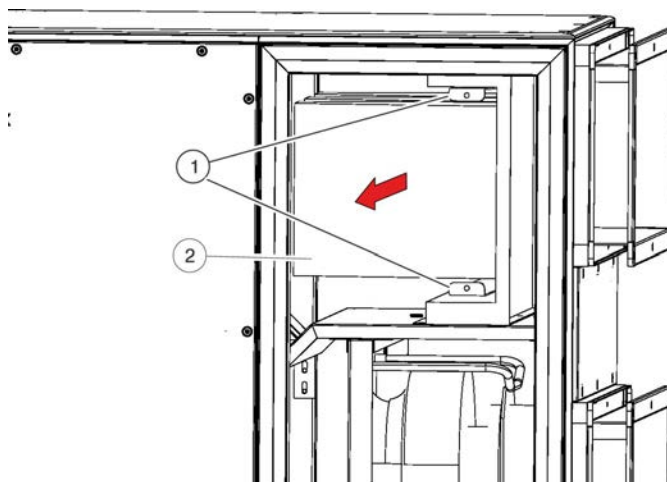

Fig. 26: Rails de serrage
9. ▶ Retirer les deux rails de serrage (Voir la Fig. 26/1).
10. ▶ Retirer le filtre (Voir la Fig. 26/2).
11. ▶ Retirer les rails de serrage (Voir la Fig. 26/1) et les installer à l'arrière de la centrale de traitement d'air.
12. ▶ Insérer le filtre (Voir la Fig. 26/2) à l'arrière de la centrale de traitement d'air.
13. ▶ Enfoncer les rails de serrage (Voir la Fig. 26/1).